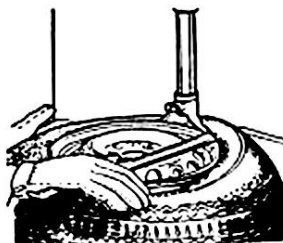

Abb.8
- Gehen Sie mit dem Montageeisen zwischen Reifenwulst und dem vorderen Abschnitt des Montagekopfs und bewegen Sie den Reifen über den Montagekopf wie in Abb. 8 dargestellt.
- Mit dem Montageeisen in Position gehalten, wie Abb. 8 gezeigt, drehen Sie den Drehteller im Uhrzeigersinn durch vollständiges Drücken des Drehrichtungspedals.
Der Reifen kann altersbedingt aus dem Montagekopf herausgeschoben werden. Um dies zu verhindern, drehen Sie den Drehteller um 1 ~ 2 cm gegen den Uhrzeigersinn mit dem Montageeisen in Position wie Abb. 8 dem Drehen im Uhrzeigersinn.